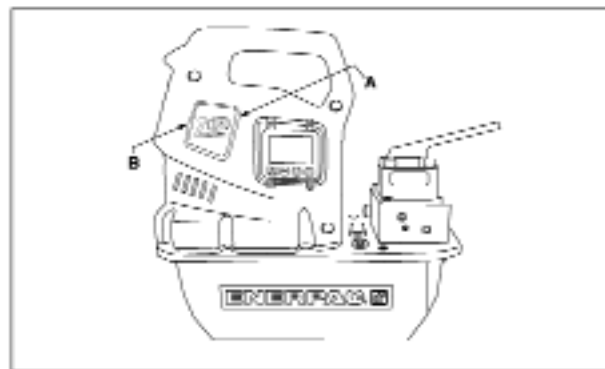

图11，拆除电刷盖
2. 偏转电刷盖的销子（B），慢慢地向外拔，即可拆除两个电刷盖（A）（见图11）。
在打开保护罩之前先断开装置的电源。从前支架拆除半个LCD保护罩以及一个小孔插座。将导线穿过正面的支架，连到电源板上（见图11），并确保消除应力。再将此半个保护罩装上。